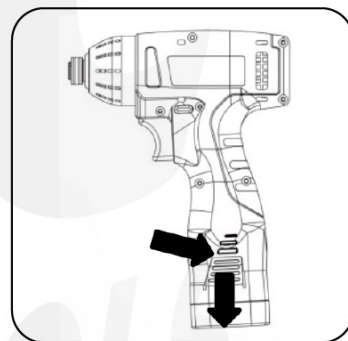

図 2
1. バッテリーパックをインパクトレンチ本体に押し込み、バッテリーパックノブのロックがかかるまで押し込んで下さい。(図2)